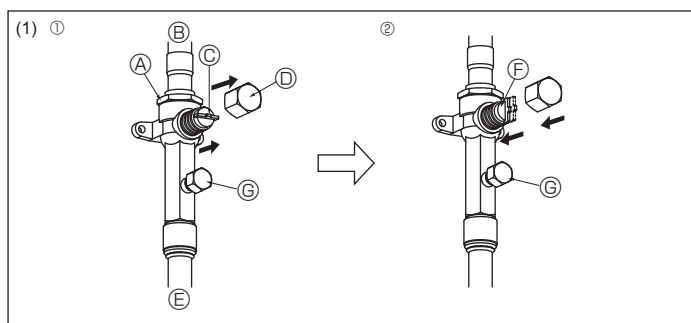
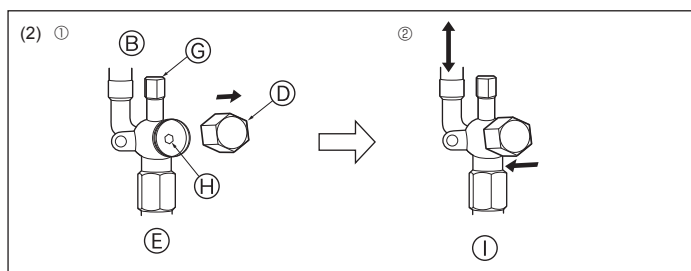

Fig. 4-11
Fig. 4-12
- (1) Сторона с газом (Fig. 4-11)
- ① Снимите колпачок, потяните ручку на себя и поверните на 1/4 оборота против часовой стрелки для открытия.
- ② Убедитесь в том, что запорный кран полностью открыт, надавите на ручку и поверните колпачок в первоначальное положение.
- (2) Сторона с жидкостью (Fig. 4-12)
- ① Снимите колпачок и поверните шток клапана против часовой стрелки до упора с помощью шестигранного гаечного ключа на 4 мм. Прекратите поворачивать шток в момент, когда тот достигнет стопора. (Ø6,35: Приблизительно 4,5 оборотов) (Ø9,52: Приблизительно 10 оборотов)